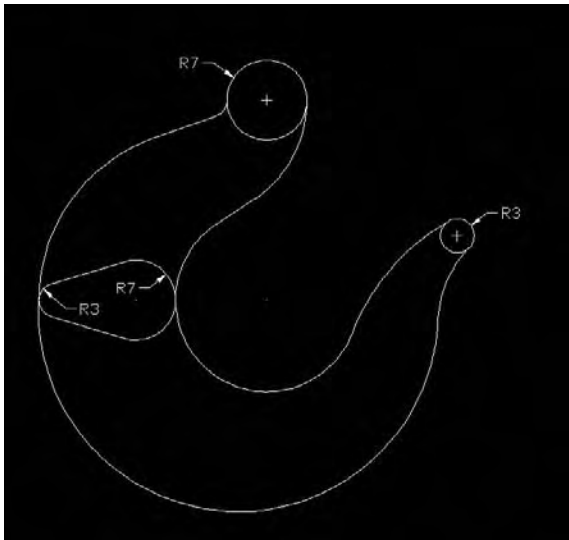

Fig.19.3
- 6 Reliez les arcs de la partie gauche en une polyligne. Faites de même pour les arcs de la partie droite (fig.19.3).